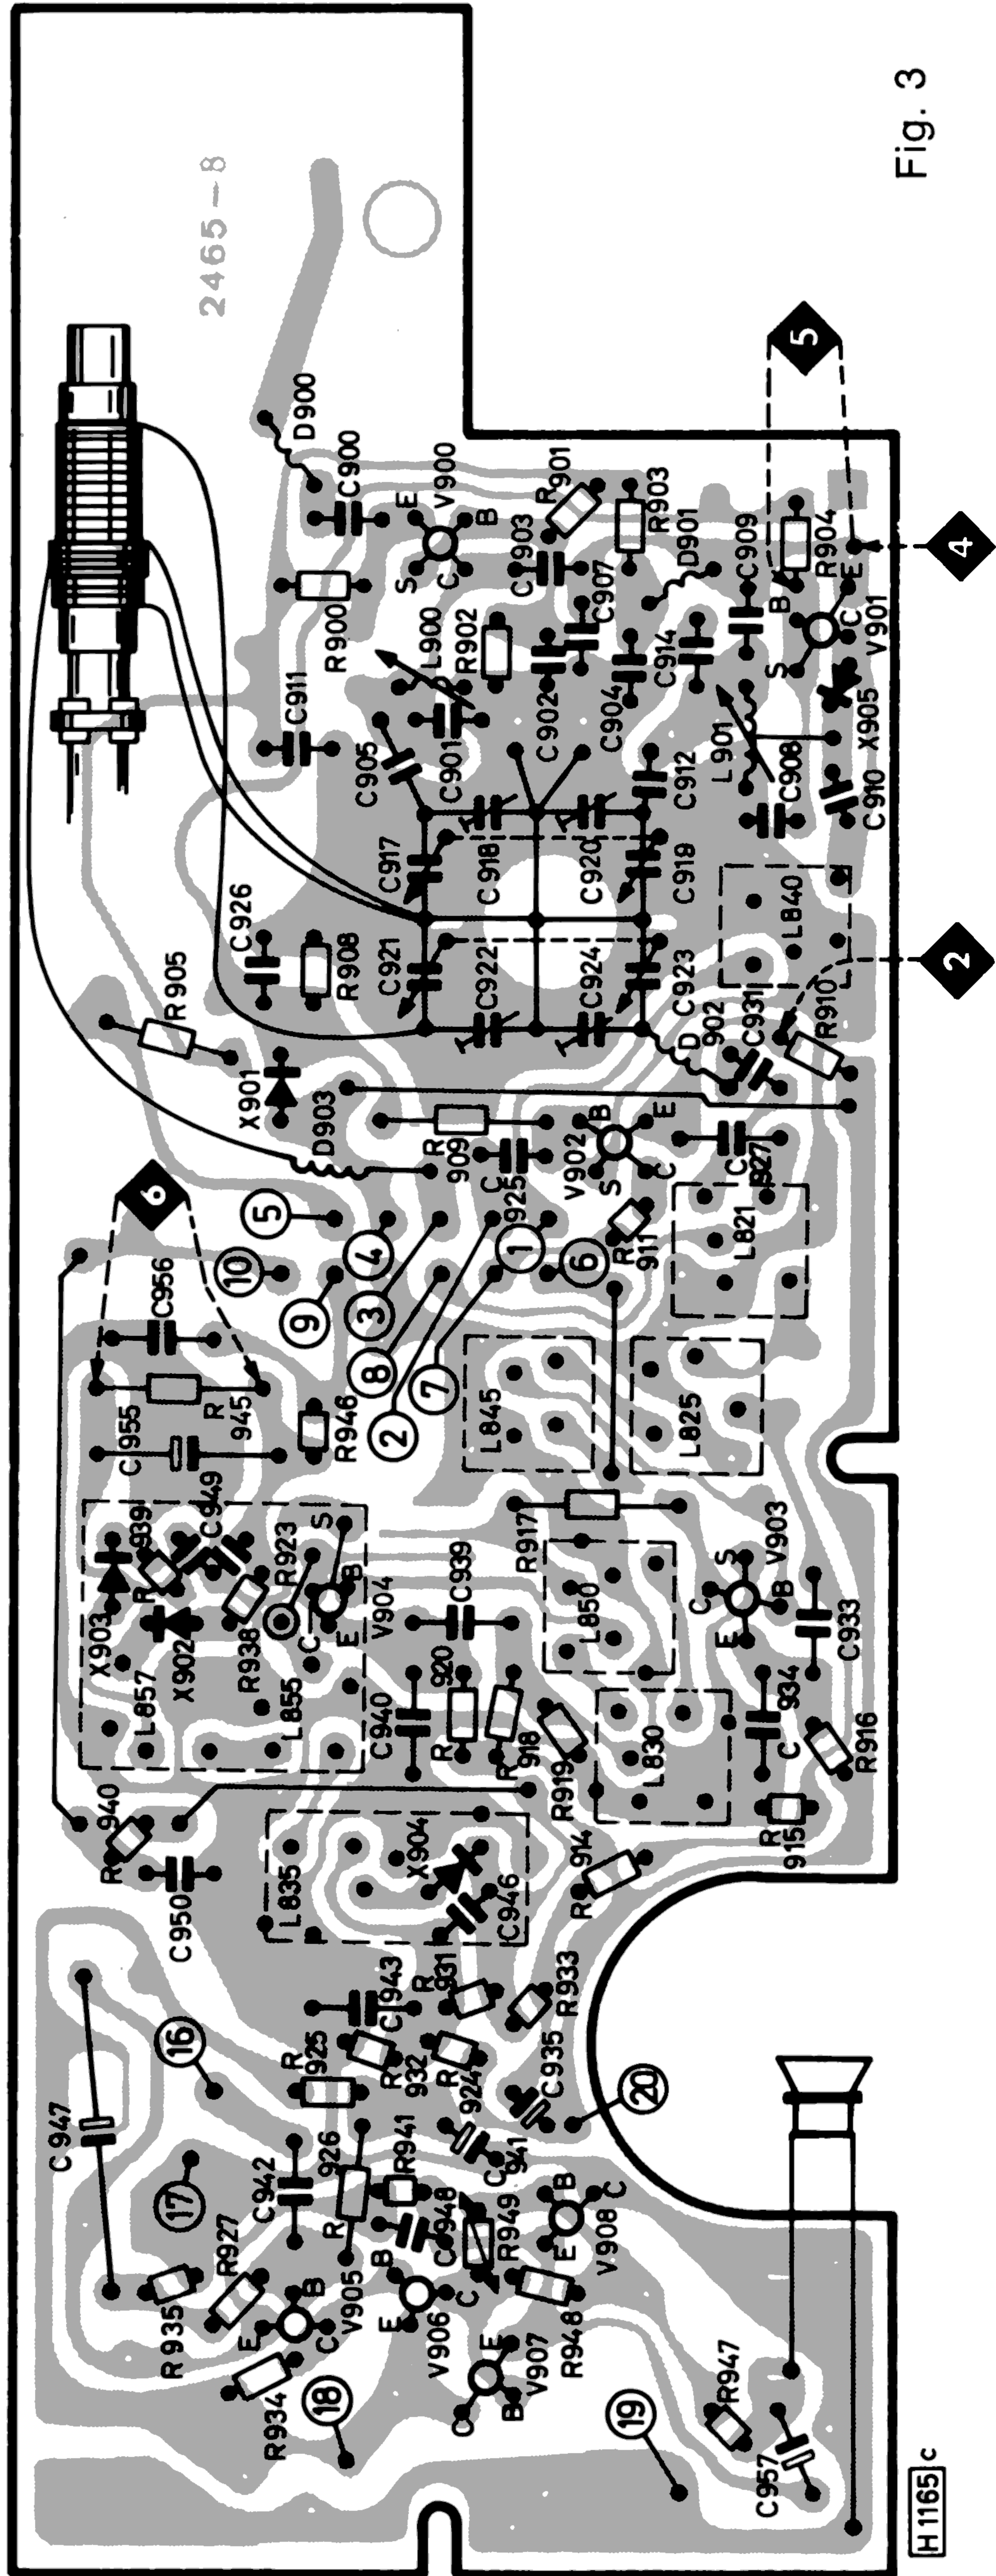

Fig. 3
- 3) Beim FM-Abgleich ein hochohmiges Voltmeter R_i ≥ 50 kΩ/V parallel zu C 955 anschließen, <6>. Fig. 3.
- 3) For FM alignment connect VM (R_i ≥ 50 kΩ/V) in parallel to C 955 <6>. Fig. 3.
- 1.5 Bei FM ein hochohmiges Voltmeter ($R_i \geq 50 \text{ k}\Omega/\text{V}$) parallel zu C 955 anschließen, <6>, Fig. 3.
- 1.5 For FM alignment connect VTVM ($R_i \geq 50 \text{ k}\Omega/\text{V}$) parallel to C 955 <6>, fig. 3.